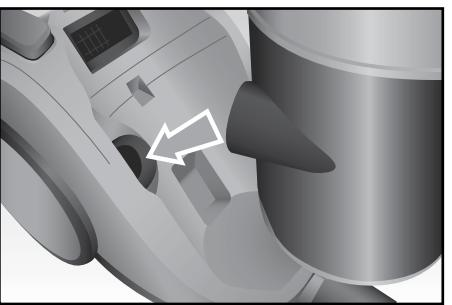

Fig. 8
- Inserire il filtro all'interno del contenitore (E) e bloccarlo ruotandolo in senso orario.
- Reinserirre poi il contenitore della polvere completo (E) sul corpo dell'apparecchio premendolo leggermente fino ad udire lo scatto di avvenuto aggancio, assicurandosi che la presa aria sul contenitore si inserisca perfettamente nell'apposito alloggiamento sul corpo dell'apparecchio (Fig. 8).